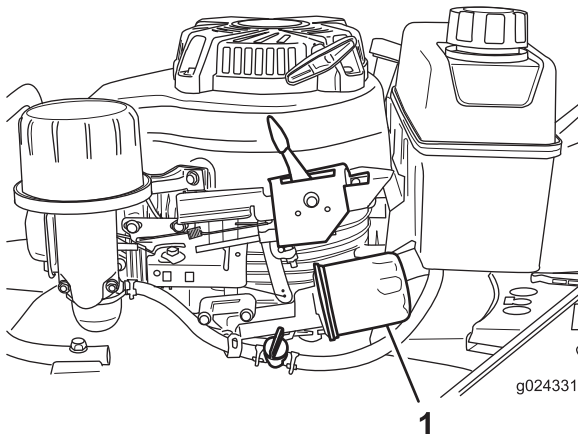

Bild 22
6. Legen Sie einen Lappen unter den Ölfilter (Bild 22), um das Öl aufzufangen, das ggf. beim Entfernen des Ölfilters ausläuft.